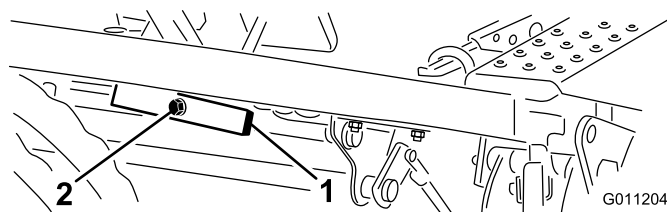

Figura 43
1. Desaperte a porca no lado posterior da articulação de elevação (Figura 43).
2. Rode o parafuso excêntrico (Figura 43) para subir ou descer a mola da articulação de elevação, nivelando a articulação de elevação e os pedais.